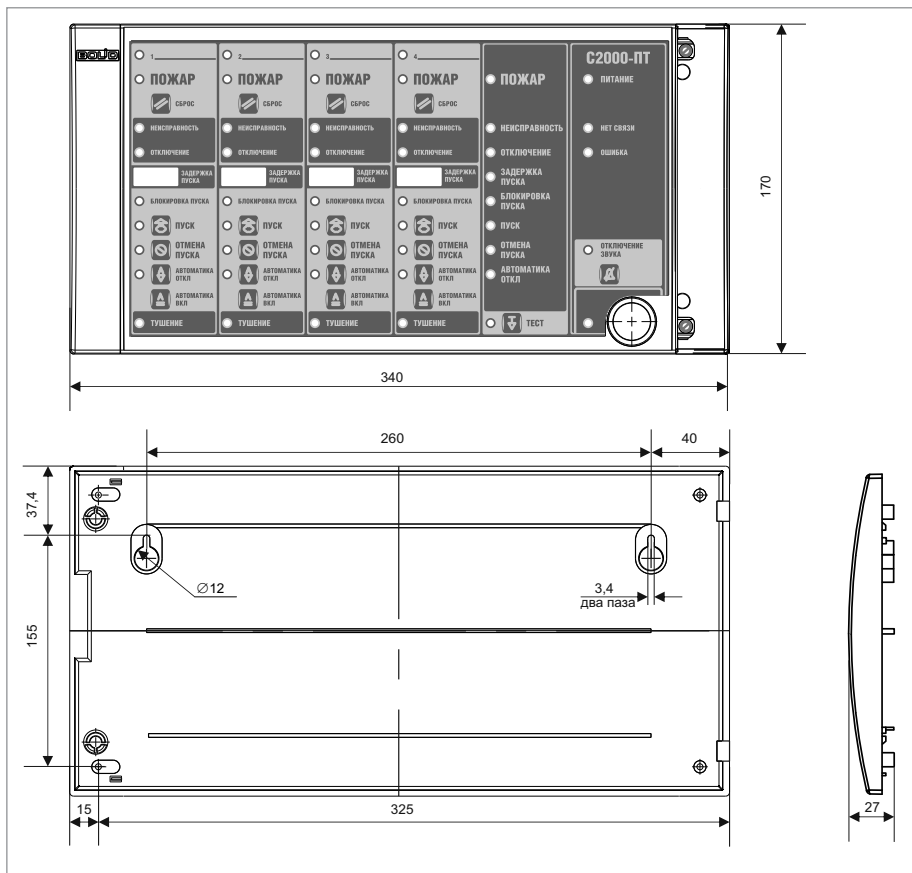

Рисунок 10. Внешний вид и габаритные размеры блоков
2. Наметьте на стене места для 3 установочных отверстий в соответствии с Рисунок 10.